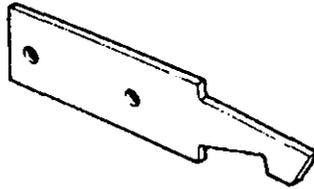

FIGURA 2.23. Enclavamiento de puerta VPEC
**Enclavamiento de conectado puerta abierta VPEC.**- Este enclavamiento mostrado en la figura 2.23, bloquea toda apertura de la puerta de la celda cuando el interruptor esta enchufado o en